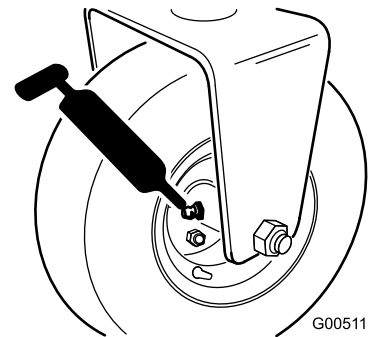

Figura 27
- Conjunto del buje del rodillo trasero, o si está equipado con un kit de tracción a 3 ruedas, los embragues de rodillo de las ruedas traseras y el cojinete de bolas externo (1) (Figura 27).